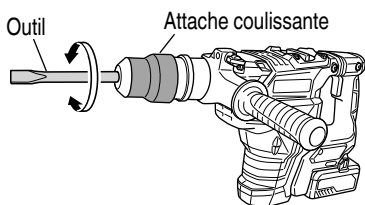

Fig. 18
- (b) Tourner la poignée ou l'outil comme illustré Fig. 18 et positionner l'outil dans la position de travail désirée.